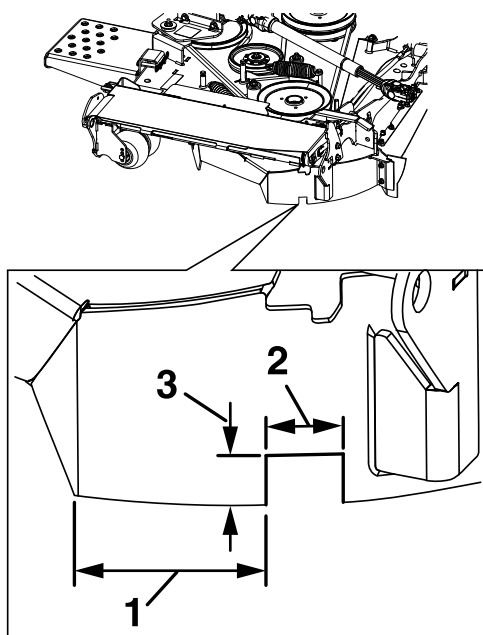

Figura 8
6. Mida 102 mm (4") desde el borde izquierdo del deflector izquierdo, como se muestra en la Figura 8; este será el borde izquierdo del hueco inferior.